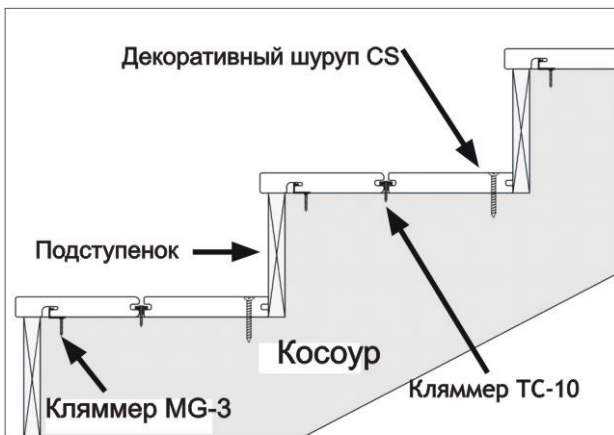

Рисунок 17
**Рисунок 17** ниже показывает завершённую лестницу со стороны, чтобы получить лучшее представление о том, как будет выглядеть установка.